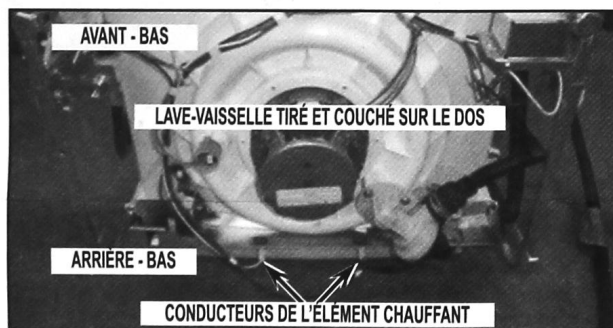

FIGURE 1
7. Enlever les conducteurs de l'élément chauffant en les tirant tout droit. Voir la *Figure 1*.